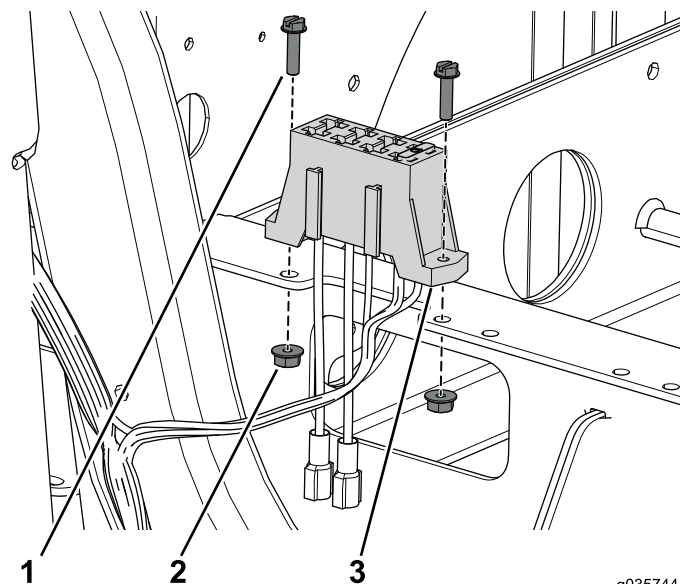

図 84
3. 前側のバッテリートレイにヒューズブロックを固定するねじ2本とナットを使用する 図 84。